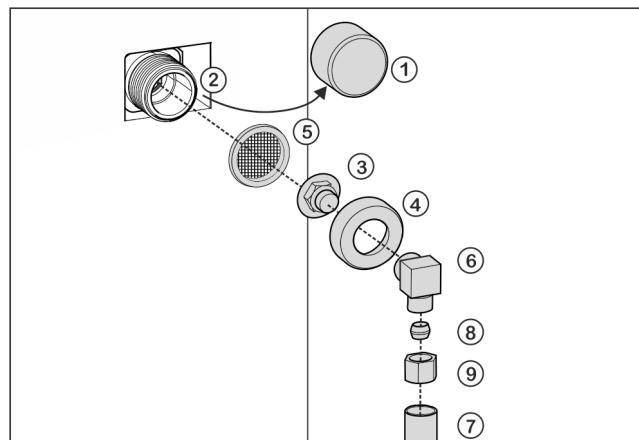

Fig. 19
- ▶ Enlever le bouchon *Fig. 19 (1)* de l'électrovanne *Fig. 19 (2)*.
- ▶ Insérer la pièce de raccordement *Fig. 19 (3)* dans l'écrou-raccord *Fig. 19 (4)*.
- ▶ Insérer le filtre *Fig. 19 (5)* avec la cavité dirigée vers le bas en direction de la pièce de raccordement *Fig. 19 (3)*.
- ▶ Visser l'écrou-raccord *Fig. 19 (4)* à la main sur le filetage de l'électrovanne *Fig. 19 (2)* jusqu'à ce qu'il soit bien positionné.
- ▶ Visser le coude *Fig. 19 (6)*.
- ▶ Raccorder la conduite d'eau *Fig. 19 (7)* (par ex. conduite en cuivre de 1/4" OD) au coude *Fig. 19 (6)* à l'aide de la bague de serrage *Fig. 19 (8)* et de l'écrou *Fig. 19 (9)*.
- ▶ Si nécessaire : Fixer la conduite d'eau *Fig. 19 (7)* sur le boîtier à l'aide de l'étrier d'arrêt.
- ▶ Mettre le coude *Fig. 19 (6)* de côté.
- ▶ Raccorder la conduite d'eau *Fig. 19 (7)* (par ex. conduite en cuivre 1/4" OD) à la pièce de raccordement *Fig. 19 (3)* avec une bague de serrage *Fig. 19 (8)* et un écrou *Fig. 19 (9)*.